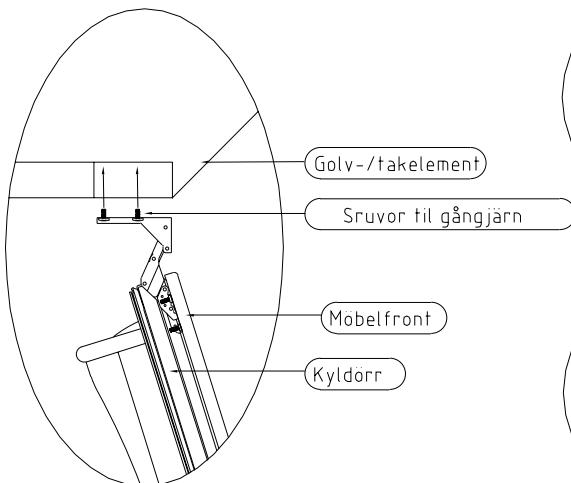

Fig 5
- Skåpdörr:** Skruva först ut fästsksruvarna för gångjärn som sitter fastskruvade i golv och tak på den valda sidan med den medföljande sexkantsnyckeln. Öppna gångjärnen som är monterade på dörren. Dörren hålls i öppet läge medan gångjärnsskruvarna träs igenom hålen i gångjärnen och skruvas i (inte helt och hållt) i golv och tak, se fig. 5. **OBS! Om du är ensam under monteringen använder du ett stöd under kyldörren i rätt höjd för gångjärnen och låter dörren vila på detta medan du skruvar i gångjärnen.**